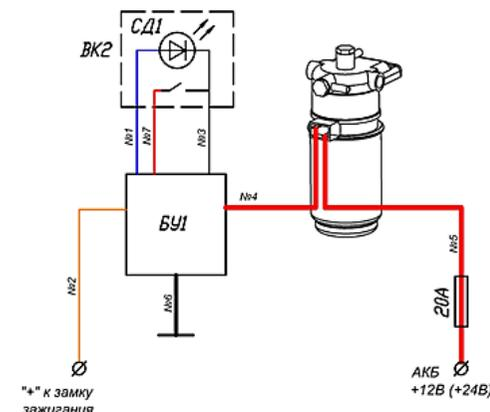

Рисунок 3
5.6 При подключении подогревателя к электрической бортовой сети **с автоматическим управлением отключением подогрева по таймеру** (рисунок 3):